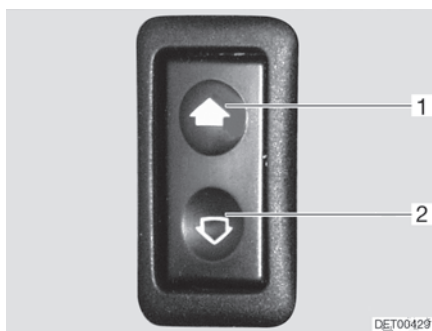

Fig. 45 Interruptor para el elevalunas eléctrico
- Abrir:* ■ Pulsar la parte inferior (Fig. 45,2) del interruptor.
- Cerrar:* ■ Pulsar la parte superior (Fig. 45,1) del interruptor.